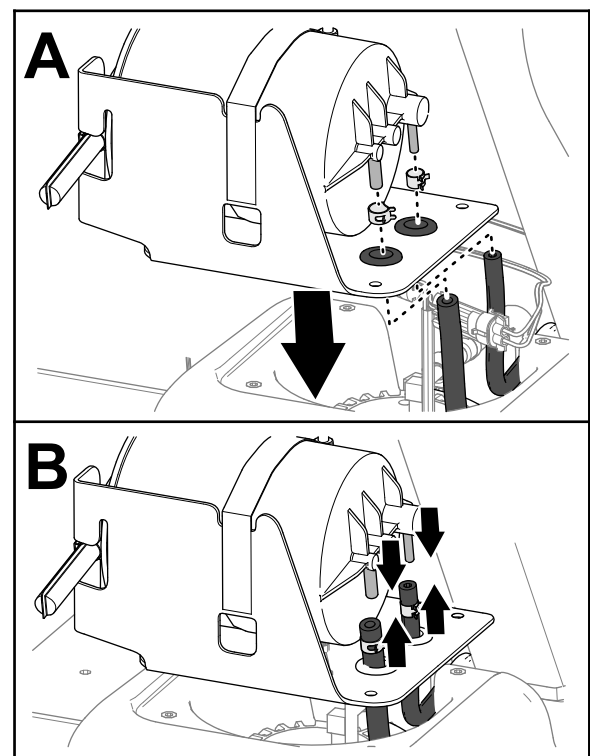

Figura 78
1. Pase las mangueras del depósito de combustible por los anillos de goma del soporte del cartucho de carbón (Figura 78).
2. Coloque las abrazaderas sobre las mangueras (Figura 78).
3. Conecte las mangueras a los acoplamientos del cartucho de carbón (Figura 78).